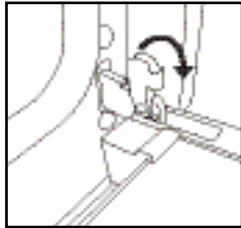

Fig. 1
2. Soulevez les deux loquets en les poussant vers l'avant, jusqu'à la butée (Fig. 1).